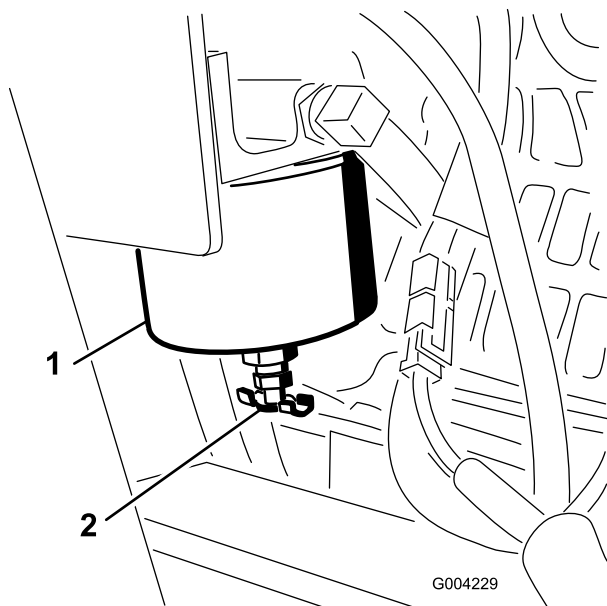

Figure 37
Vidangez chaque jour l'eau ou autres impuretés qui se trouvent dans le filtre à carburant/séparateur d'eau (Figure 37).
1. Localisez le filtre à carburant situé du côté droit du moteur (Figure 37) et placez un récipient dessous.
1. Nettoyez la surface autour des supports de la cartouche du filtre (Figure 37).
2. Déposez la cartouche et nettoyez la surface de montage (Figure 37).
4. Installez la cartouche à la main jusqu'à ce que le joint soit en appui contre la surface de montage. Serrez ensuite la cartouche d'un demi tour supplémentaire (Figure 37).